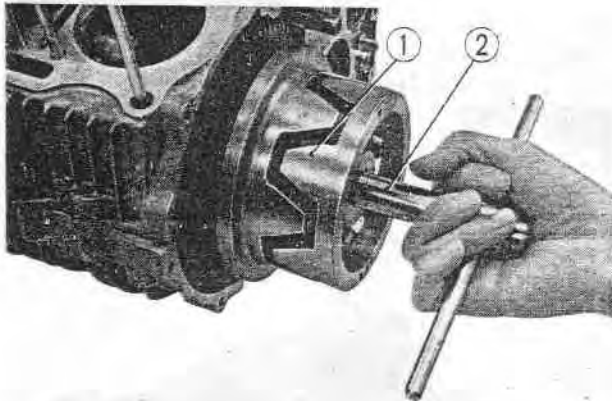

Fig. 3-68 ① Rotor d'alternateur
② Boulons de 6 mm
③ Plaque latérale de sélecteur
④ Butée franche de sélecteur
⑤ Butée de tambour de sélecteur
3. Dévisser le boulon de fixation de l'alternateur et déposer le rotor de ce dernier à l'aide de l'extracteur (numéro de référence 07011-30001). (Fig. 3-68)